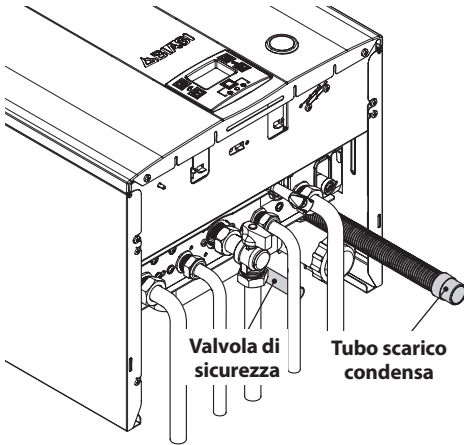

Figura 5.4
- Collegare lo scarico della valvola di sicurezza ad un imbuto di scarico Figura 5.4.
- Inserire il tubo flessibile di scarico condensa in Figura 5.4 all'interno del condotto di scarico condensa domestico o nell'imbuco di scarico della valvola di sicurezza, qualora lo scarico sia idoneo a ricevere condensa acida.